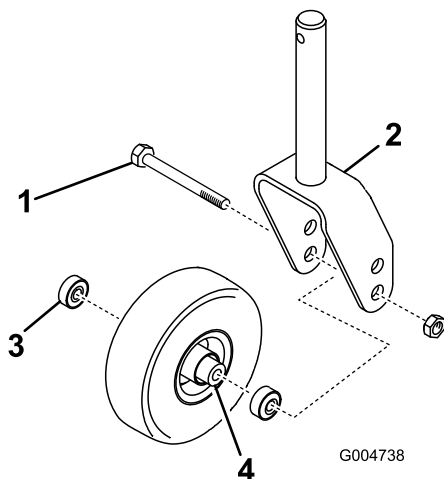

Figura 23
1. Retire la contratuerca del perno que sujeta el conjunto de la rueda giratoria en la horquilla (Figura 23).
3. Retire el cojinete de la rueda y deje que se caiga el suplemento del cojinete (Figura 23).